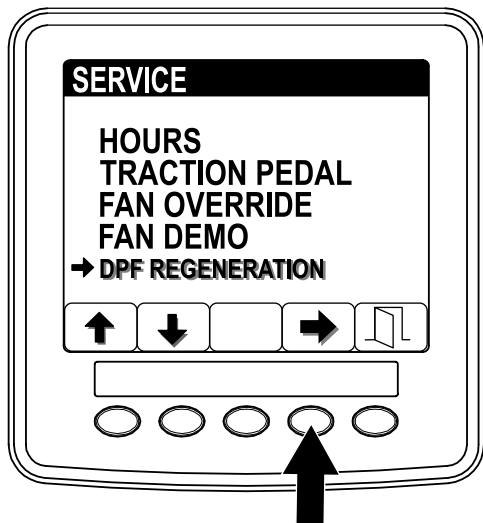

Figura 33
1. Aceda ao menu de manutenção, pressione o botão 1 ou 2 para se deslocar para a opção REGENERAÇÃO DO DPF (Figura 33).
2. Pressione o botão 4 para selecionar a entrada de regeneração do DPF (Figura 33)